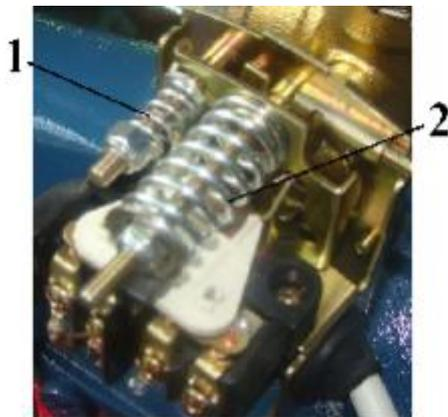

Рис. 4
– большая пружина 2 (включение), регулирует нижний уровень давления (см. Рис. 4):
– малая пружина 1 (выключение), регулирует верхний уровень давления (см. Рис.4)